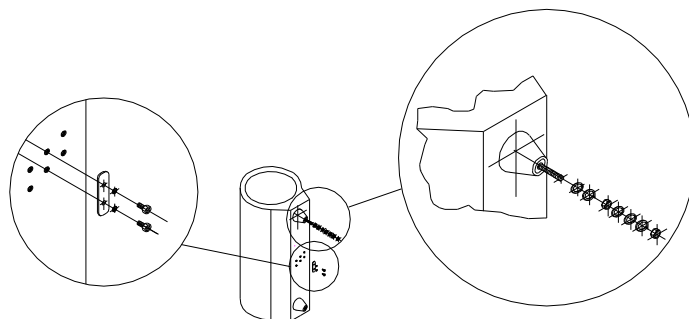

Abbildung 09
- 2- Die Anschlüsse des Einstellbereichs in die für die Betriebsspannung geeignetste Position bringen. Dabei wie nachstehend beschrieben vorgehen (Abbildung 09).